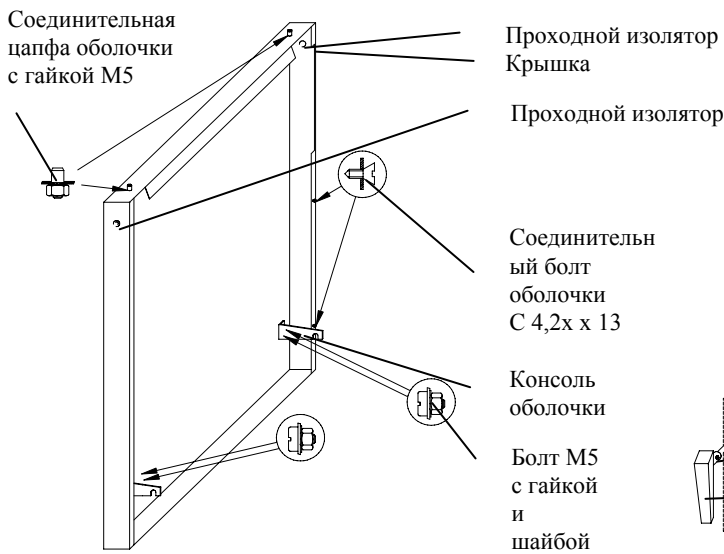

Рис. 7 Боковая часть оболочки
2. По рис. 7 установить на боковые части оболочки соединительный материал и прикрепить консоли